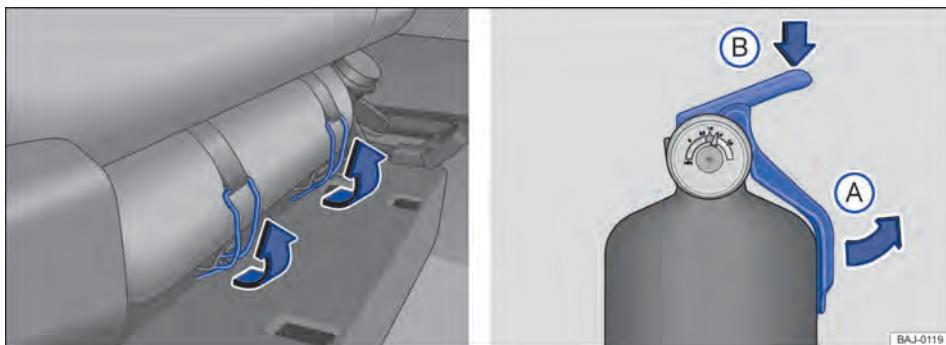

Fig. 148 Ações para a utilização do extintor de incêndio.
- Puxar a presilha do suporte do extintor de incêndio abaixo do banco do passageiro dianteiro para cima, no sentido da seta ⇒ Fig. 148.